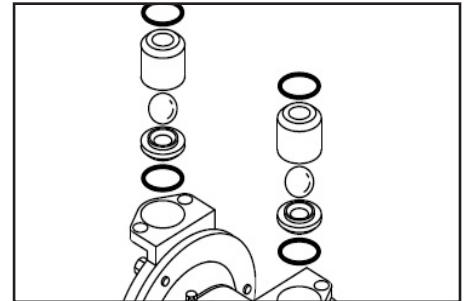

Figure 14-A y 14-B
- Déposer la bille / disque, le siège de clapet et le joint torique (voir la Figure 14-A ou 14-B).